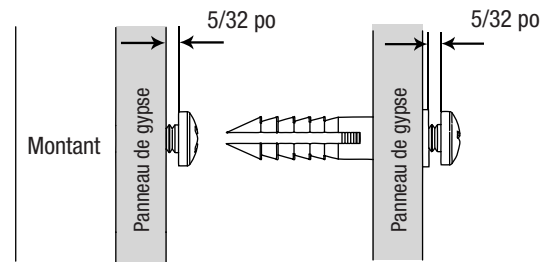

Figure 2
**ÉTAPE 2:** Pré-percez les trous à l'aide d'une mèche de 3/32 po aux emplacements marqués. Si un montant se trouve à cet endroit, insérez la vis en la laissant dépasser de 5/32 po de la surface du mur. Si aucun montant ne se trouve à cet endroit, utilisez une mèche de 3/16 po pour agrandir le trou de 3/32 po. Insérez un ancrage, puis vissez la vis dans l'ancrage, en la laissant dépasser de 5/32 po de la surface du mur, tel qu'illustré à la **Figure 2**.